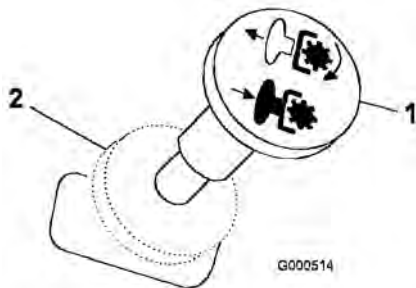

Figure 10
3. Placez la commande de prise de force (PDF) en position Désengagée (Figure 10).
1. Placez la commande de PDF en position désengagée (Figure 10).